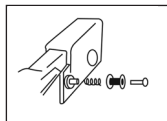

Abb. 13
**Hinweis:** Das Garn muss rechts oben an der Spule bzw. Garnrolle abrollen. Noch vor Befestigen der Spule muss die Feder angebracht sein. (siehe Abb. 13)
## ANBRINGEN NORMALER GARNROLLEN (siehe Abb.13)